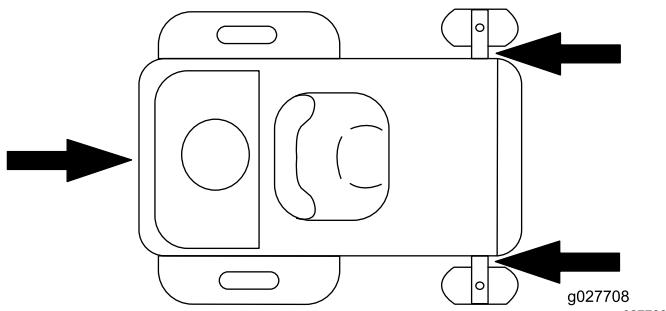

Figura 29
5. Amarre la máquina junto a las ruedas giratorias delanteras y el guardabarros trasero (Figura 29).